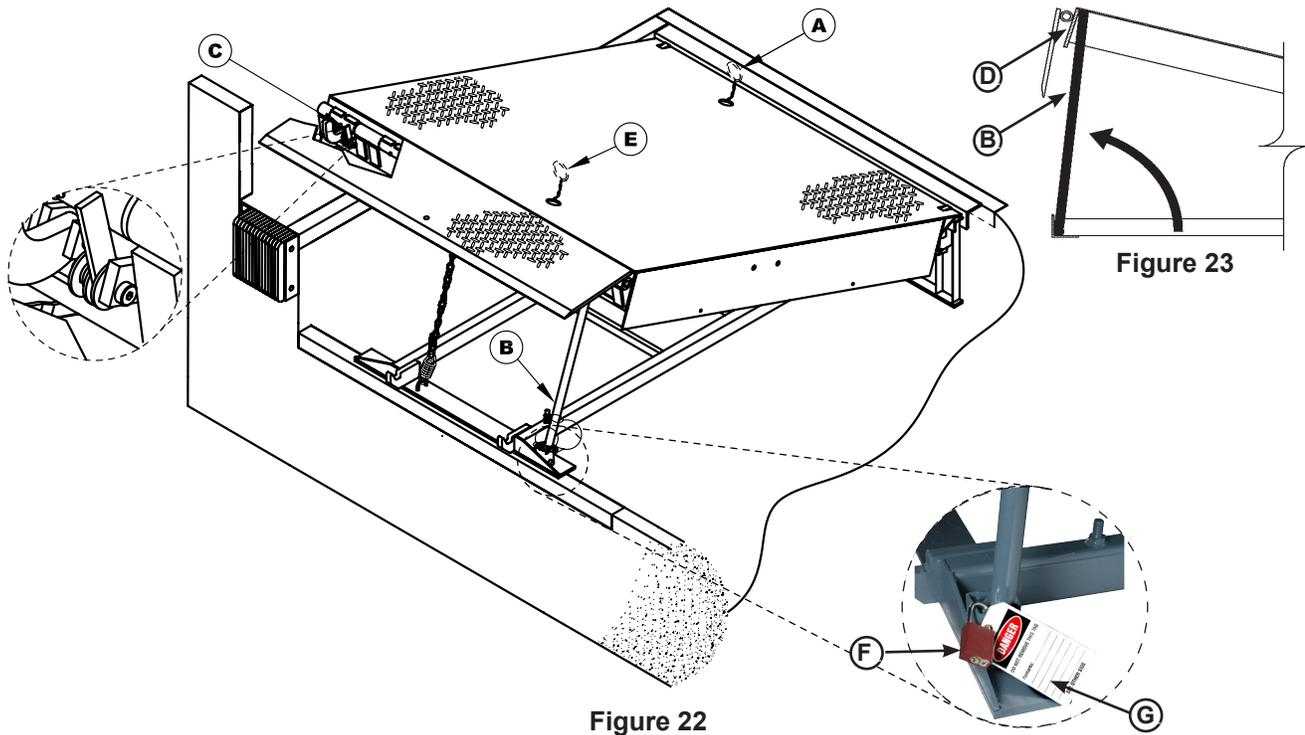

Figure 22
Avant toute opération d'entretien sous la plateforme du niveleur de quai, mettre la plateforme en appui sur la béquille d'entretien (B). Placer la béquille d'entretien derrière la plaque de rive avant (D) tout en restant à l'écart du hayon. Verrouiller la béquille d'entretien dans sa position de service (verticale) à l'aide d'un moyen de verrouillage* (F) et d'un moyen d'étiquetage* (G) homologués par l'OSHA. Voir Figures 22 et 23.